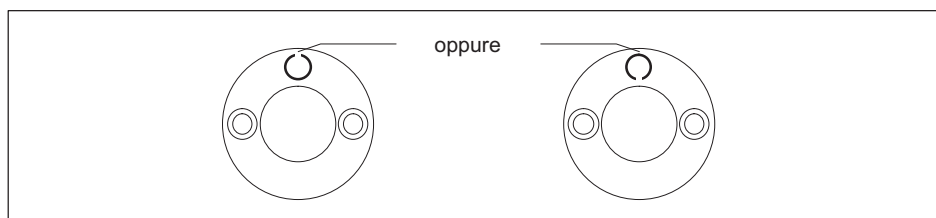

Fig. 6.1 Allineamento della spina elastica con il dispositivo antirotazione
- 1 Inserire la spina elastica nel foro cieco dell'appoggio di compressione colpendola con un martello finché non sarà completamente in sede. Durante l'operazione, allineare la parte aperta della spina elastica radialmente (Fig. 6.1).